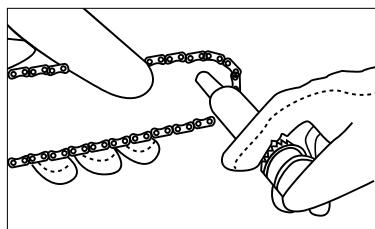

Рис. 28
3. Поместете иглообразна дюза на спринцовката в отвърстие за смазване и инжектрайте смазку докато тя не се появи на вънешия ръб на верижното зъбно колело на шината (рис. 28).